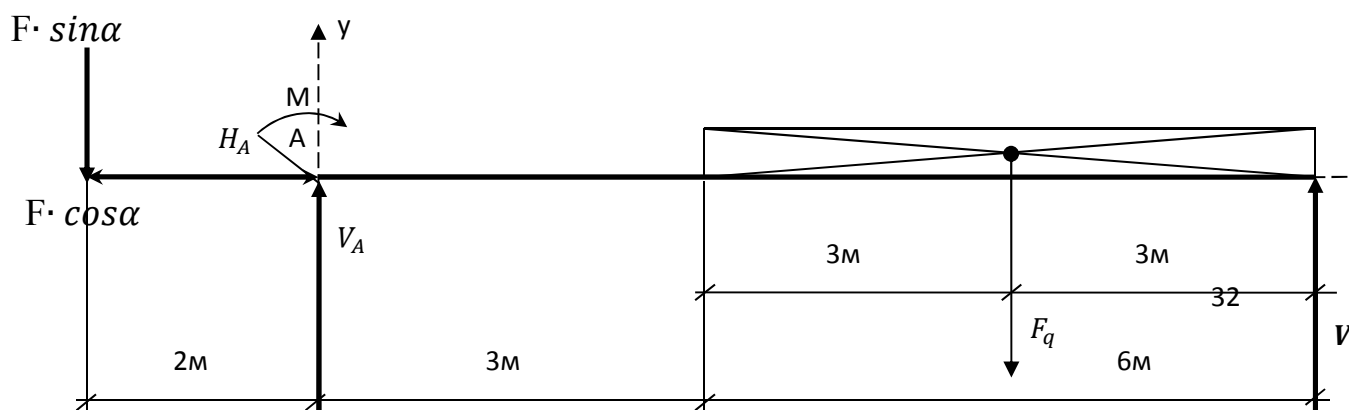

Рис.5
- 1.2. Отбрасываем связи (опоры А и В) и заменяем их реакциями. Изображаем расчетную схему балки (Рис.5).